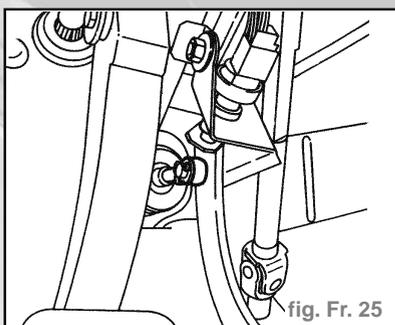

fig. Fr. 25
- Dégager la goupille de retenue pour libérer la pointe de touche du servofrein de l'axe situé sur la pédale (fig. Fr. 25).